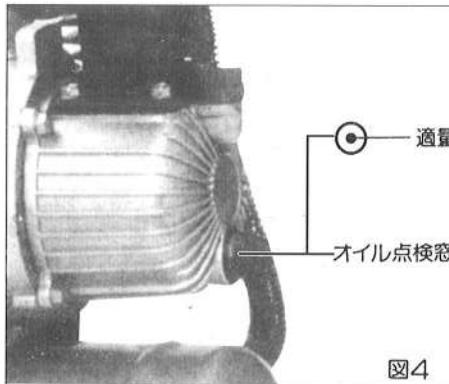

図4
- 出荷時に本機点検用のオイルを入れてあります、ご使用前にオイル点検窓を確認してください。オイル点検窓のセンターの●印が適量です。(図4参照)